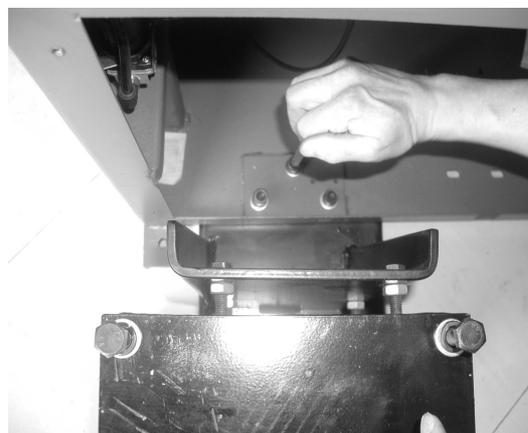

Рис. 30
6.1.3 Протолкните платформу опорной плиты основания в сборе в корпус через опорную плиту на левой задней стороне корпуса. Выровняйте резьбовое отверстие и армированное отверстие, для закрепления используйте болт и шайбу. (Рис. 30)